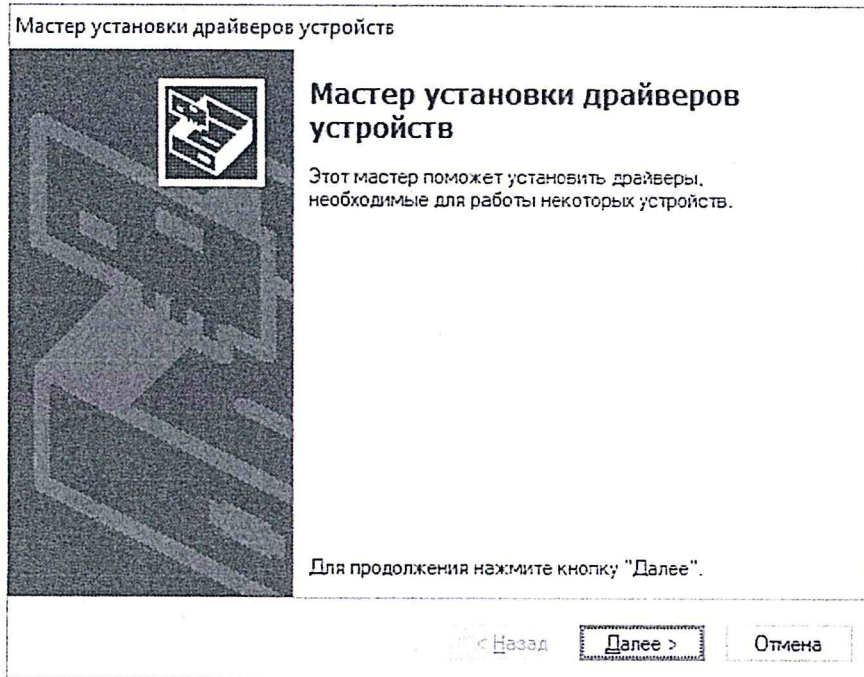

Рисунок 6 – Окно «Мастер установки драйверов устройств».
– перейти в папку «Win8» и запустить файл «dpinst_amd64.exe», после чего откроется окно «Мастера установки драйверов устройств», в котором следует нажать кнопку «Далее >» (рисунок 6);